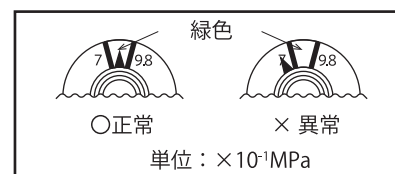

図9
- ☑ 指示圧力計の指針が緑色の範囲内(0.7～0.98MPa)に入っている(図9)